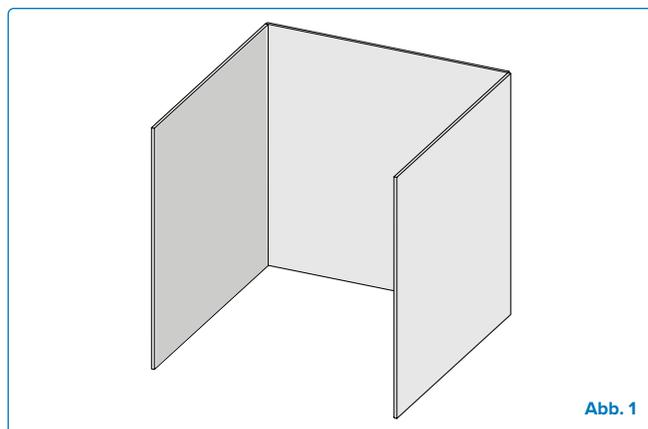

Abb. 1
- Ein Gerät gilt als im Freien, wenn es mit einem Schutzdach installiert ist, das nicht mehr umfasst als Wände auf drei Seiten, jedoch ohne Überdachung. **(Abb. 1).**